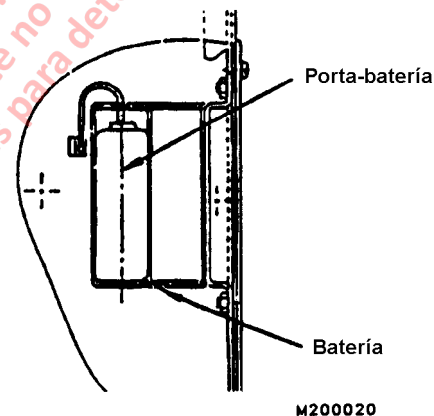

FIGURA 20-9 INSTALACION DE LA BATERIA
5. Tome los cables que salen de la batería y tírelos hacia afuera. Al tirarlos en forma perpendicular a la placa, el conector se desconectará de la placa y al mismo tiempo la batería saldrá del soporte (Figura 20-9).